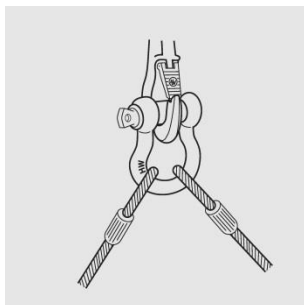

Bild 5: Richtig
- » Werden zwei Anschlagmittel mit einem Kranhaken verbunden, sollte dafür ein geschweißter Schäkkel verwendet werden (siehe auch Bild 5).